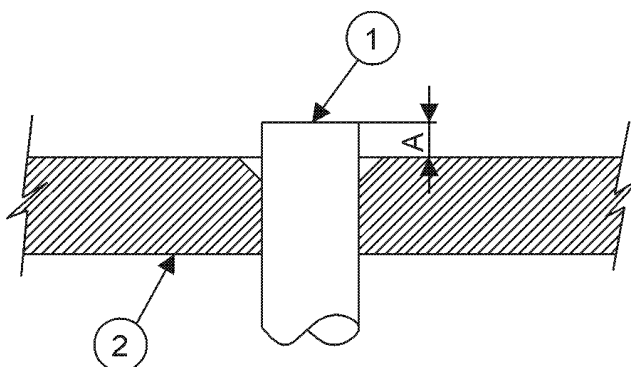

Abb. 24. Einsetzen des Rohrs in das Aufweitwerkzeug
- B. Setzen Sie das Rohr in das Aufweitwerkzeug (siehe Abb. 24). Die Höhe "A" des Rohrvorsprungs wird durch den Aussendurchmesser bestimmt. Siehe Tabelle Nr. 2.